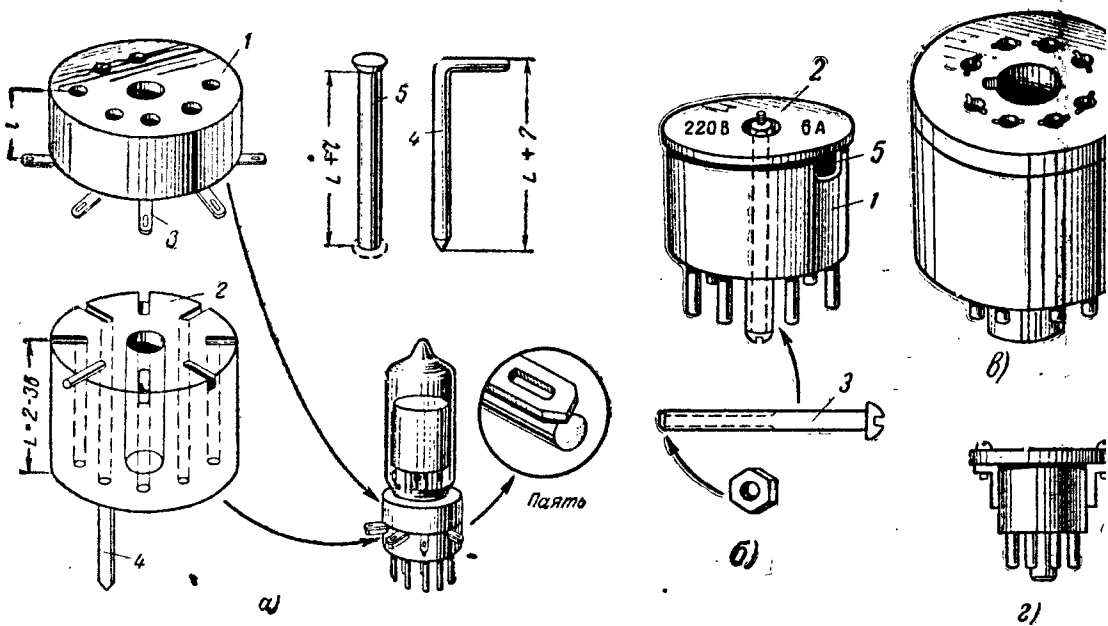

Рис. 8. Изготовление переходных колодок.
**Переходные колодки** Вам потребуются при проверке режима ламп, замены старой лампы на лампу с другой цоколевкой, для изготовления фишек к переходным разъемам и т. д. Несколько различных переходных колодок изображены на рис. 8. Для их изготовления применяются ламповые панельки, цоколи от октальных ламп и другие подручные материалы.